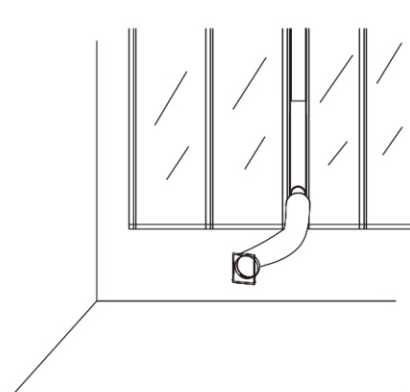

Fig. 8
9. Installare il condotto di scarico dell'aria, il kit finestra e i relativi accessori sulla finestra secondo il disegno illustrato nella Fig. 8.